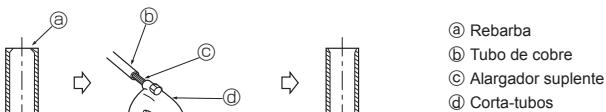

Fig. 5-3
5.2.2. Remoção das rebarbas (Fig. 5-3)